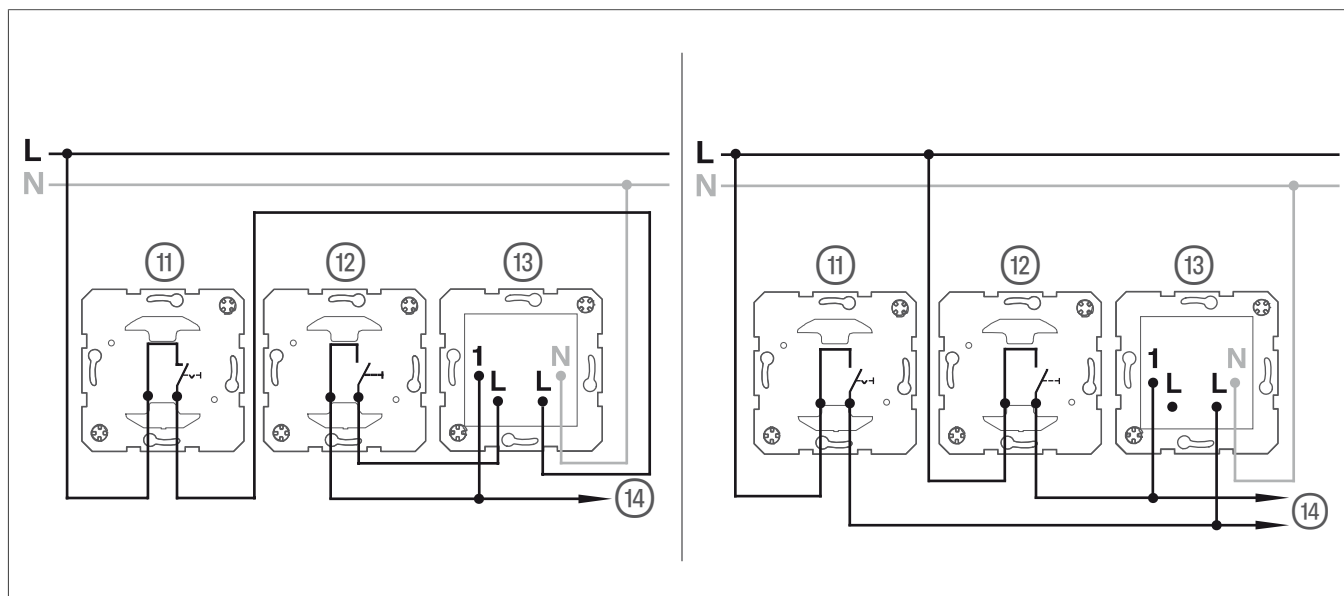

Fig. 4: Esempio di collegamento per la commutazione del colore tramite il conduttore esterno in loop (a sinistra) / non in loop (a destra)
I seguenti circuiti di esempio mostrano due modi per collegare il segnale luminoso a LED. Nell'esempio di collegamento (Fig. 4, a sinistra) il conduttore neutro viene premuto sull'ingresso di controllo **1** per commutare il colore. Nell'esempio di collegamento (Fig. 4, a destra) il conduttore esterno viene premuto sull'ingresso di controllo **1**.
- 1 Collegare il segnale luminoso a LED, RGB secondo l'esempio di collegamento (Fig. 4) o (Fig. 1).
- 2 Se necessario, collegare altri segnali luminosi a LED, RGB tramite (14).
- 3 Installare l'inserto (13) in una scatola da incasso. I morsetti di collegamento devono trovarsi in basso.